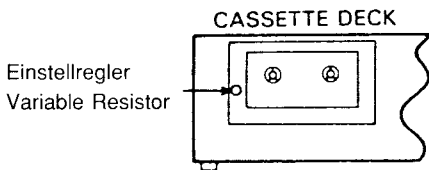

Fig.9
- c) Mit dem Einstellregler im Capstan Motor (Fig.9) die Frequenz auf 3150 Hz  $\pm 45$  Hz einstellen.
- c) Use the variable resistor in the capstan motor (Fig.9) to adjust the frequency to 3150 Hz  $\pm 45$  Hz.